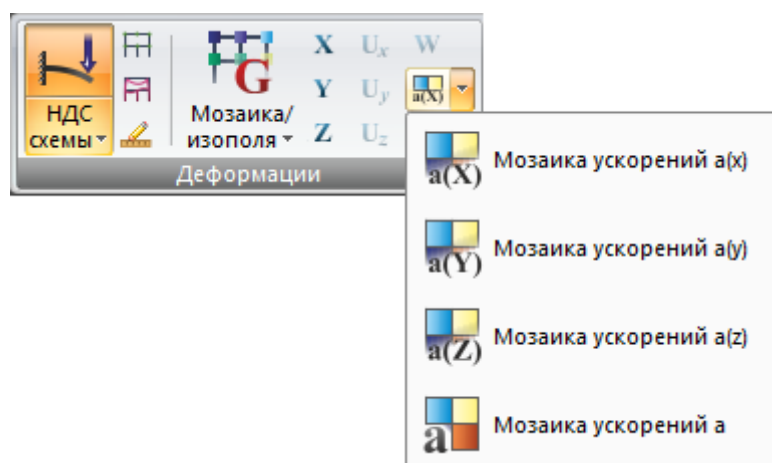

Рис. 88. Раскрывающийся список **Мозаика ускорения от пульсации**
**Мозаика ускорений** (рис.88) – раскрывающийся список, который содержит операции по отображению ускорений в узлах  $a(X)$ ,  $a(Y)$ ,  $a(Z)$  относительно осей X, Y, Z общей системы координат, а также среднеквадратичного ускорения  $a$  при расчете на пульсацию ветра.